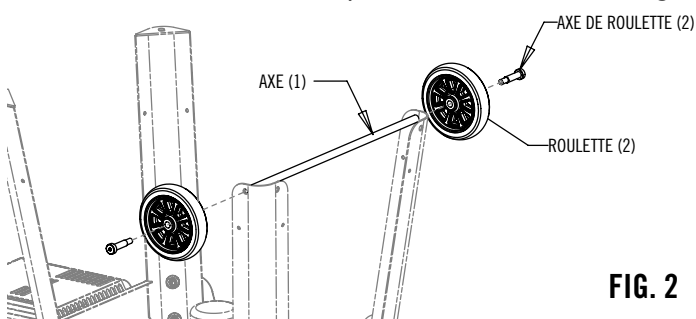

FIG. 2
2. Assembler les roues sur les pieds comme illustré à la Fig. 2.